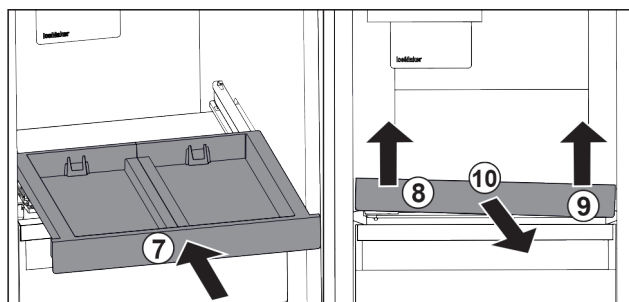

Fig. 20
- ▶ Inserați raftul extractibil. Fig. 20 (7)
- ▶ Ridicați raftul extractibil din față stânga. Fig. 20 (8)
- ▶ Ridicați raftul extractibil din față dreapta. Fig. 20 (9)
- ▶ Extrageți raftul extractibil spre înainte. Fig. 20 (10)